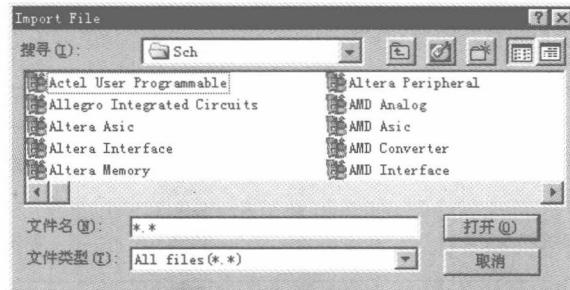

图 1-10 “Import File” 对话框
9) Import: 将其他文件导入到当前设计库，成为当前设计数据库中的一个文件，选择此命令，将会显示“Import File”对话框，如图 1-10 所示。选择所需要的文件，将此文件包含到当前设计库中。